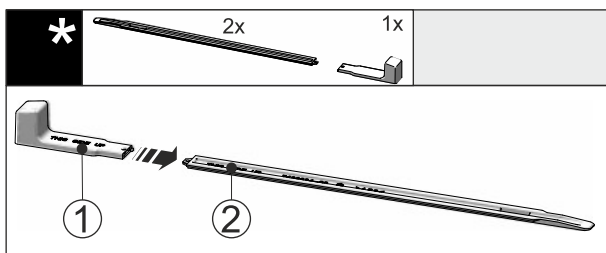

Fig. 47
- Stikk monteringshåndtakene Fig. 47 (1) på nivellerings-skinnen Fig. 47 (2).